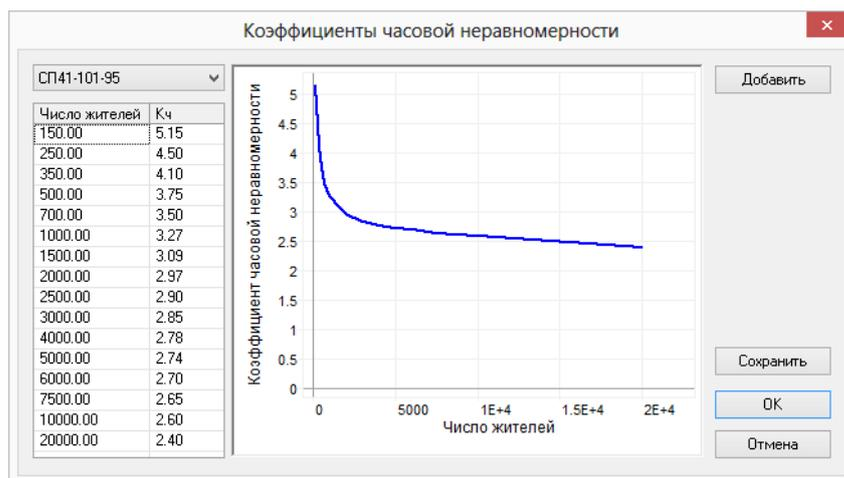

Рисунок 20.30. Окно справочника часовой неравномерности
4. Нажмите кнопку Просмотр. Откроется окно справочника по коэффициентам часовой неравномерности. Рисунок 20.30, «Окно справочника часовой неравномерности»